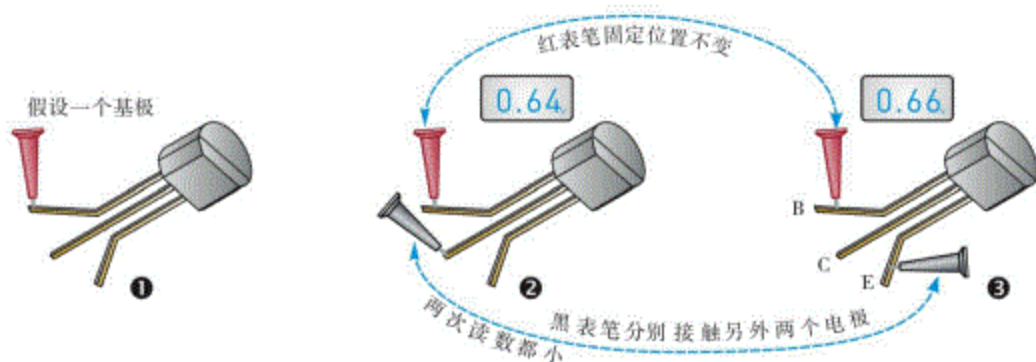

图9.98 用万用表识别三极管的电极
①先假设**任意一电极**为基极 (B)。
②使**红表笔**接假设的基极，如图9.98的❶所示。这里假设目标三极管为NPN型。
③使**黑表笔**分别接触另外两个电极，如图9.98的❷、❸所示。
④若上一步两次测试读数都很小，在1V以下，则说明第①步的假设成立，即红表笔所接的是基极。由于使用的是数字万用表，可以确定该三极管为**NPN型**。
读数在0.5~0.85V的，为硅三极管；读数在0.15~0.35V的，为锗三极管。两次测试中，读数小的黑表笔所接为集电极，读数大的为发射极。由图9.98所示的数据看，该三极管的引脚依次为B、C、E。